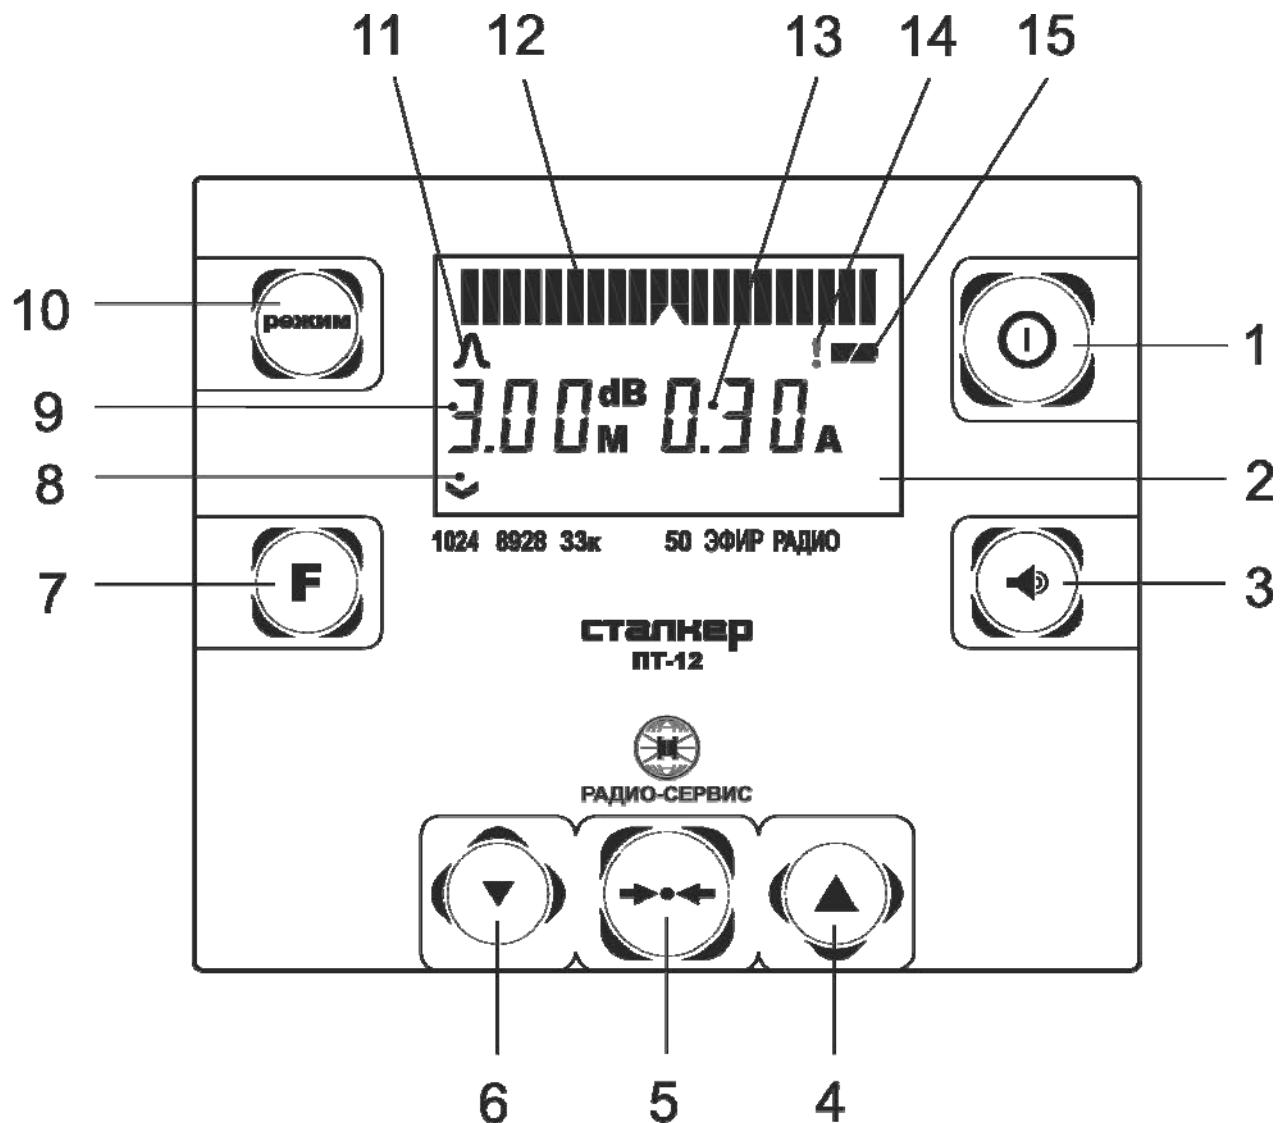

Рисунок 1.4.2 – Передняя панель приёма
2.2.1 Включение и выключение приемника осуществляется нажатиями кнопки «①» (см. рисунок 1.4.2, поз. 1). После включения на индикаторе в течение 2 секунд
Далее во время работы приемника уровень напряжения питания отображается в виде символа «Батарея» (см. рисунок 1.4.2, поз. 15): «полная батарея» – аккумулятор полностью заряжен, «половина батареи» – аккумулятор частично разряжен. При снижении напряжения питания ниже 5,8 В, символ батареи начинает мигать.
Процесс заряда аккумулятора отображается заполнением шкалы уровня сигнала (см. рисунок 1.4.2, поз. 12) на индикаторе. По завершению зарядки шкала горит постоянно.
Находясь над осью трассы следует нажать кнопку «➡•⬅», при этом на линейной шкале отобразится 15 ± 1 деление. Затем однократно нажмите на кнопку увеличения усиления (поз. 4 рис.1.4.2), чем будет увеличено усиление приемника на